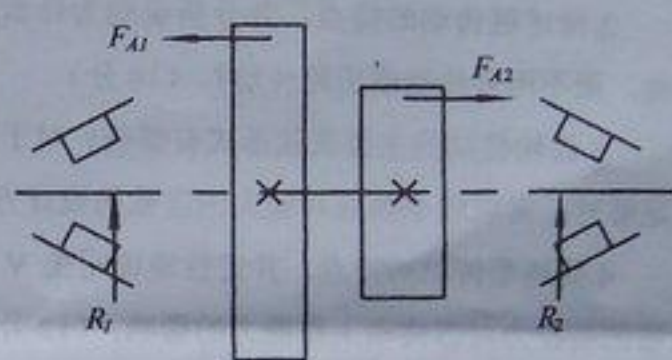

图 2
2. 图 2 为某齿轮减速器的中间轴, 轴由一对相同型号的圆锥滚子轴承支承, 已知两轴承所受的径向支反力分别为 $R_1=13600\text{N}$ 和 $R_2=22100\text{N}$; 轴上大、小齿轮的轴向力分别为 $F_{A1}=3000\text{N}$, $F_{A2}=8000\text{N}$, 方向如图所示。已知内部轴向力的计算公式为 $S=R/(2Y)$, $Y=1.7$ 。